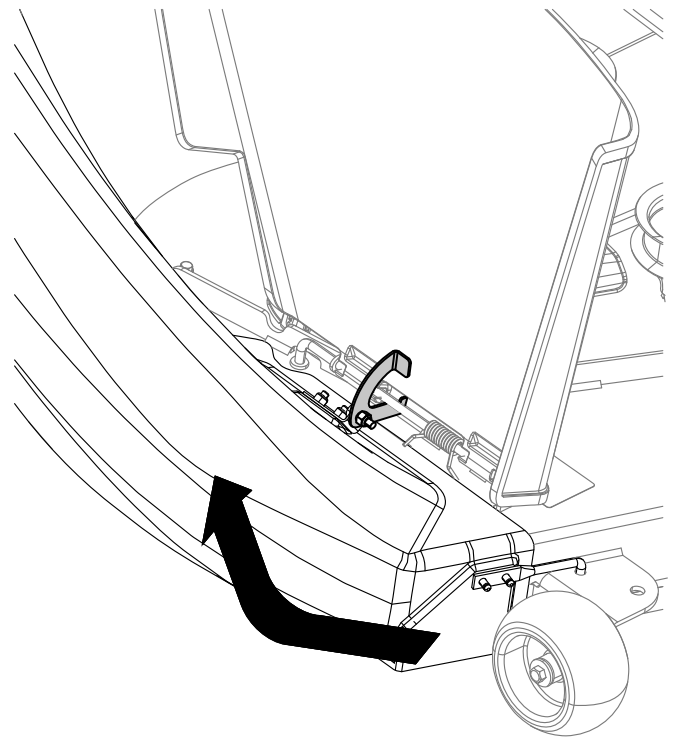

Figura 17
3. En la parte superior del conducto, enganche el cierre con forma de gancho alrededor de la varilla de giro del conjunto del deflector e instale la varilla en el taladro de la carcasa del cortacésped (Figura 17).